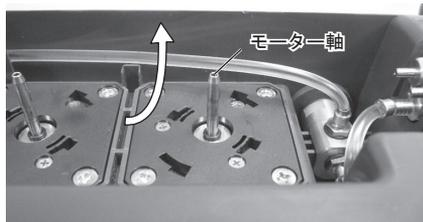

図38
- ・モーター軸の汚れや水分を拭き取る際は、図 38 のように根元から拭きあげてください。